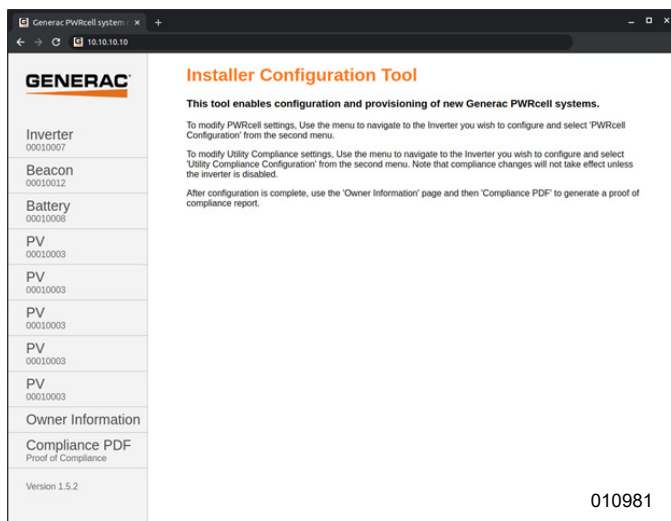

Figure 6-25. Outil de configuration des installations
- Voir **Figure 6-25**. Ouvrir un navigateur web sur un téléphone ou un ordinateur portable et entrer l'URL 10.10.10.10 dans le navigateur. L'outil d'installation s'affiche dans le navigateur.